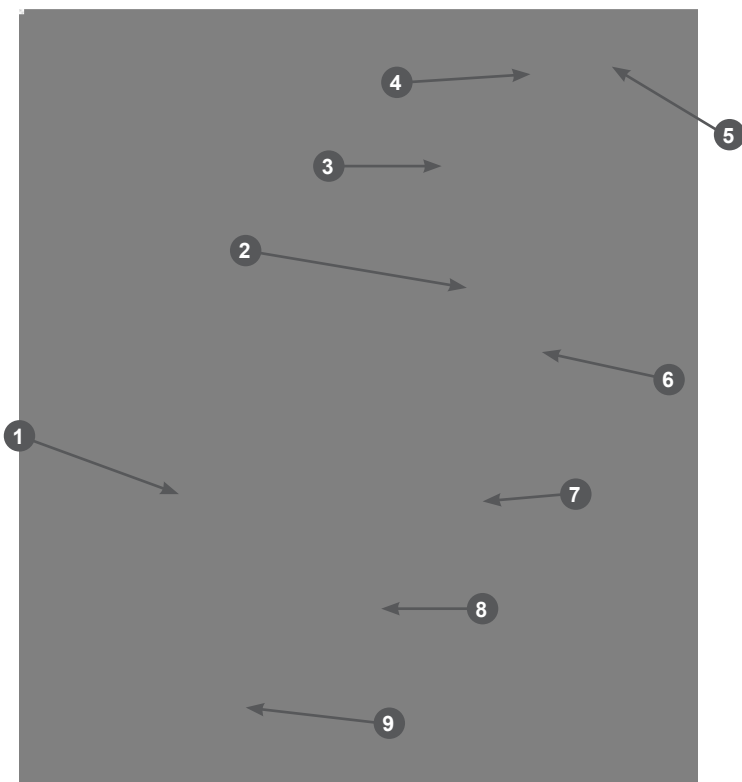
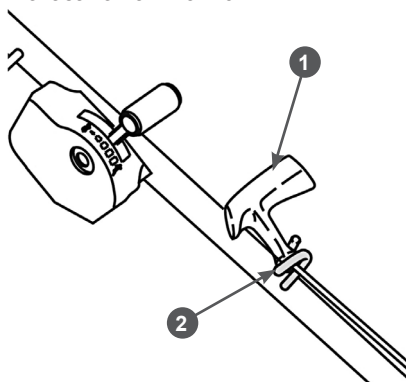

Рис. 2 Основные узлы и органы управления (вид слева)
Рис. 10 Крепление ручки стартера на рукоятке
9. Закрепите ручку стартера на кронштейне 3 (Рис. 2). Для этого нажмите рычаг 4 остановки двигателя (Рис. 2) и медленно потяните за ручку стартера, чтобы вытянуть шнур из корпуса стартера на требуемую длину. Затем пропустите шнур стартера через витки кронштейна и отпустите ручку стартера. Ручка стартера должна зафиксироваться на кронштейне, как показано на Рис. 10.